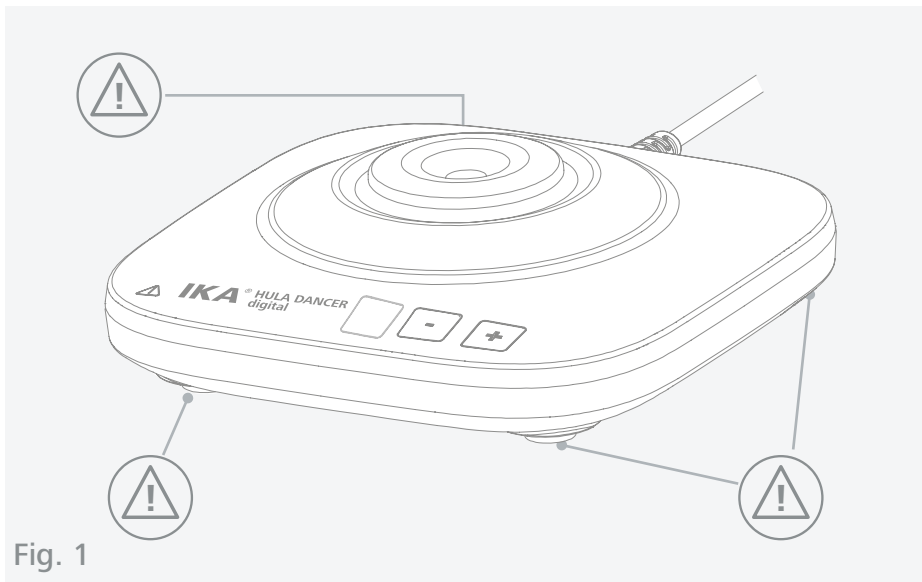

Fig. 1
- > Tenga en cuenta los puntos de peligro que se muestran en la Fig. 1.